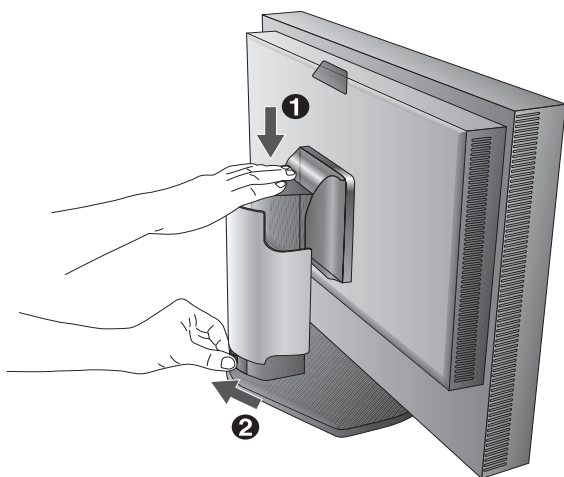

Abbildung B.1
3. Höheneinstellung ist durch Taste gesperrt. Legen Sie Ihre Hand auf die Oberseite des Monitors und drücken Sie den Bildschirm in die niedrigste Position. Entriegeln Sie die Sperrtaste (**Abbildung B.1**).